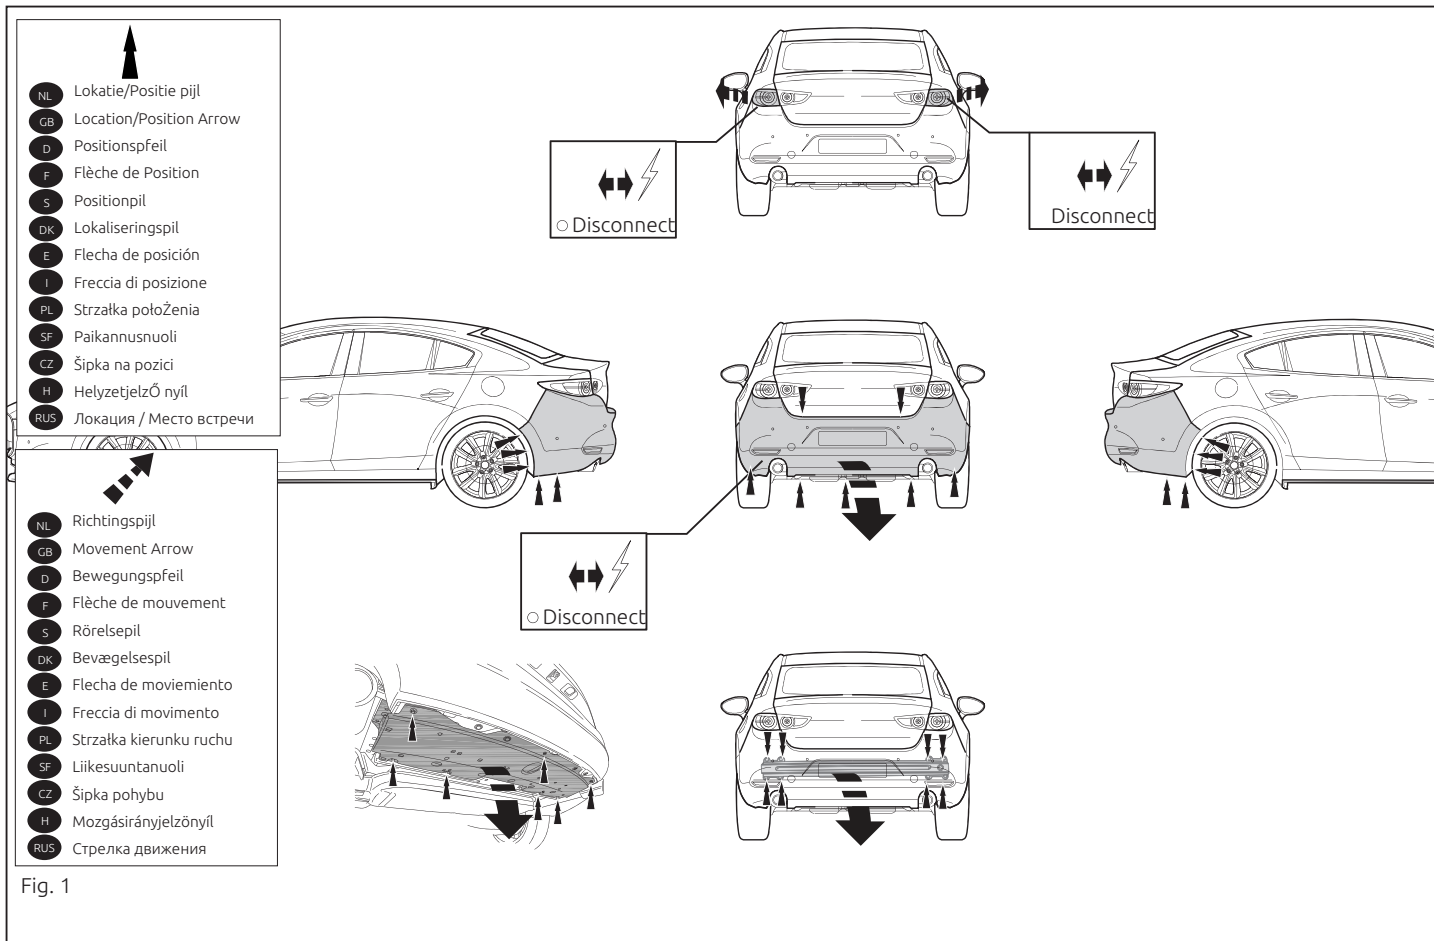

Fig. 1
1. Снять бампер вместе со буферным брусом автомобиля. Буферный брус больше не понадобится. Поставить болты на гайки. См. рисунок 1.